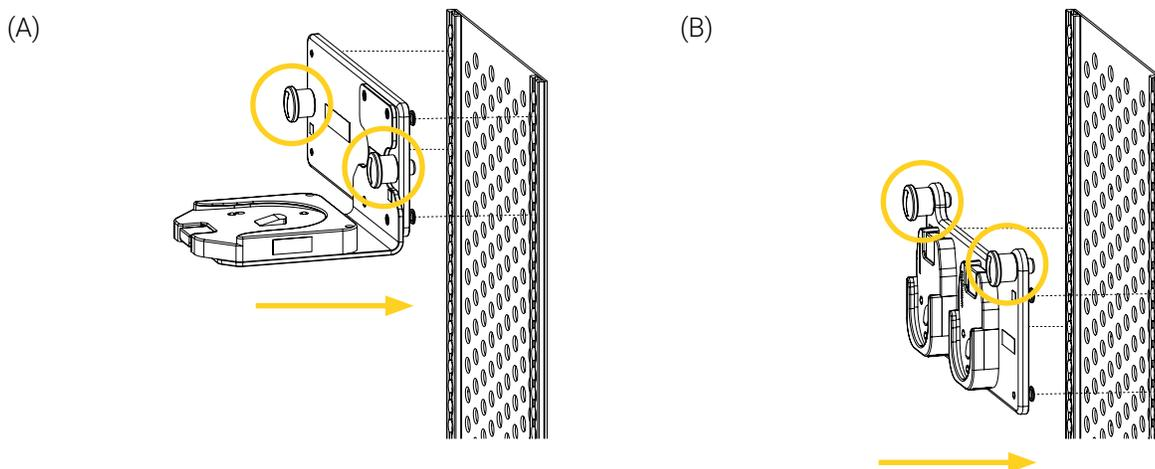

Figure 7: Installation du système de support dans les rails verticaux
3. Soulever le système de support à l'aide des verrous rotatifs, puis aligner et insérer les quatre (4) goujons dans les fentes des rails verticaux (Figure 7).